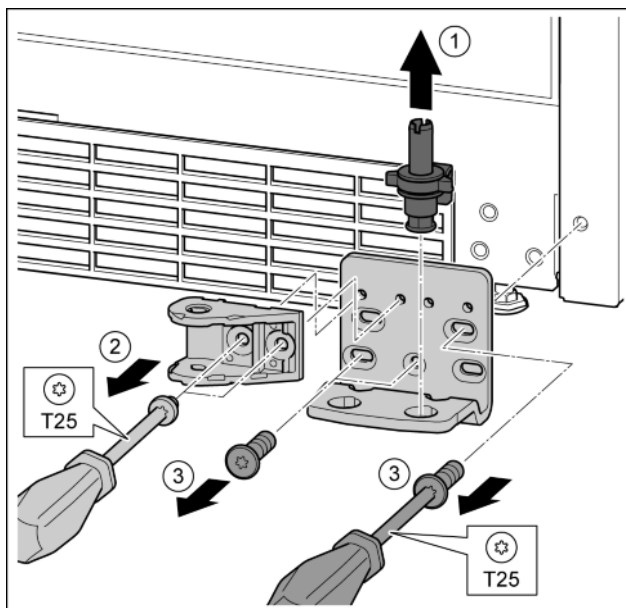

Fig. 35
- ▶ Estrarre il perno di supporto completo verso l'alto. Fig. 35 (1)
- ▶ Con il cacciavite T25 svitare le viti e togliere il collegamento dell'ammortizzatore di chiusura. Fig. 35 (2)
- ▶ Con il cacciavite T25 svitare le viti e asportare il blocco di supporto Fig. 35 (3)